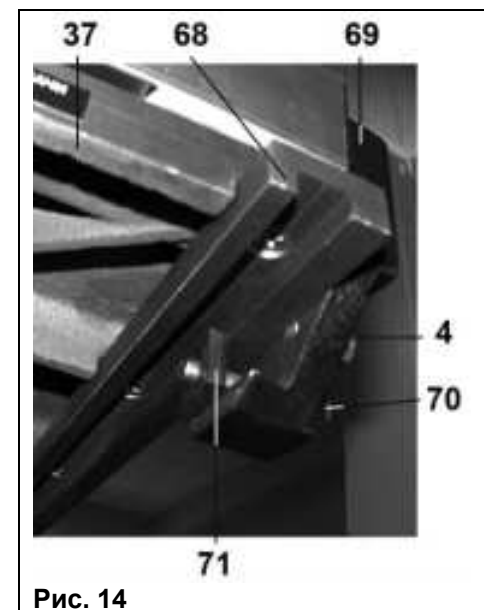

Рис. 14
8.2.14. В нижней части приёмного стола (5) установите и закрепите полку (68), Рис. 14.